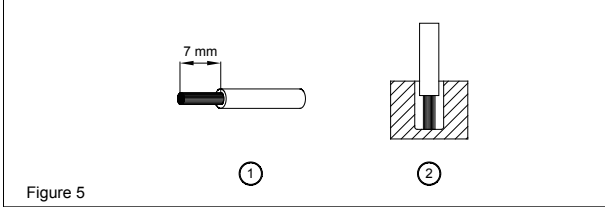

Figure 5
Sie können flexible (feindrähtige Leitung) oder feste Kabel mit einem Querschnitt von 0,52-3,3mm² (AWG 20-12) und einem Anzugsmoment von 4,67kgf.cm max (4,05lb in) verwenden. Um sichere und stoßfeste Anschlüsse gewährleisten zu können, sollte die Isolierlänge 7mm betragen (siehe Abb. 5 (1)). Bitte sorgen Sie dafür, dass die Kabel vollständig in die Anschlussklemmen eingeführt werden, siehe Abb. 5 (2).